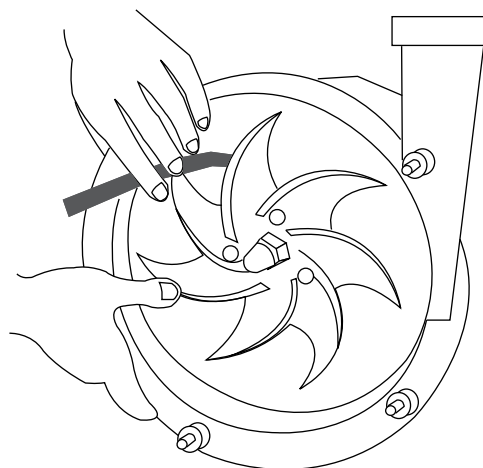

Fig. 30 Jeu turbine-corps
1. Mesurer le jeu turbine/corps avec une jauge d'épaisseur (Fig. 30 « Jeu turbine-corps », Page 19).